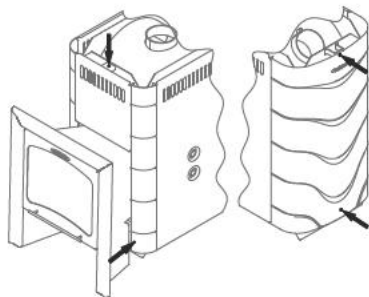

Рисунок 8. Винты для демонтажа конвектора печи «Гейзер 2014»
2. Снять конвектор, открутив 5 саморезов (рисунок 8)